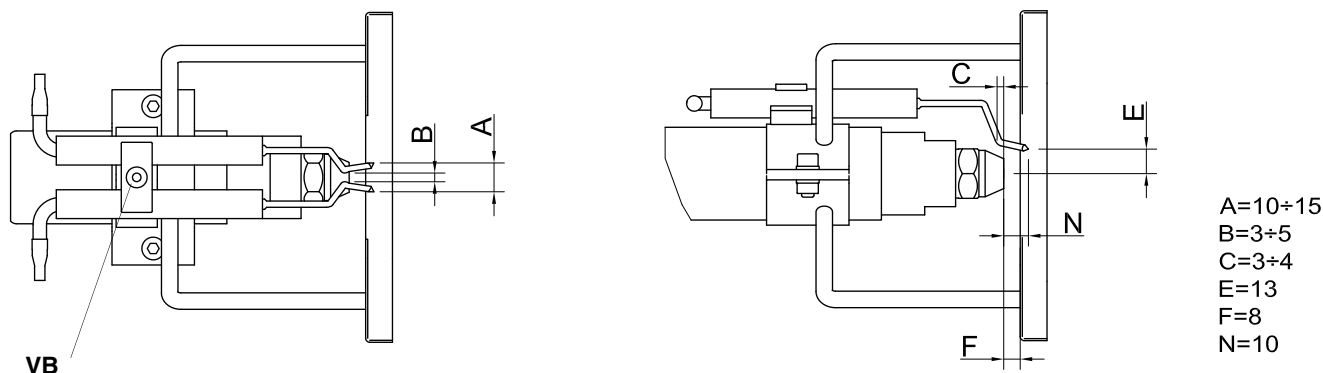

Fig. 27
- 4 dévisser les vis **VB** qui fixent les deux électrodes et enlever ces dernières : placer les électrodes neuves, faire attention aux cotes indiquées en mm à la Fig. 27 et procéder de la même façon mais en sens inverse pour le remontage.